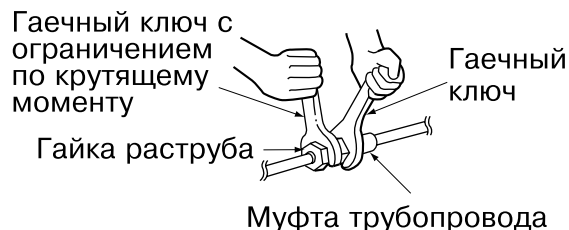

Рис. 9
- При присоединении труб к блоку и/или отсоединении от него необходимо пользоваться как обычным гаечным ключом, так и гаечным ключом с ограничением по крутящему моменту. **(См. рис. 9)**